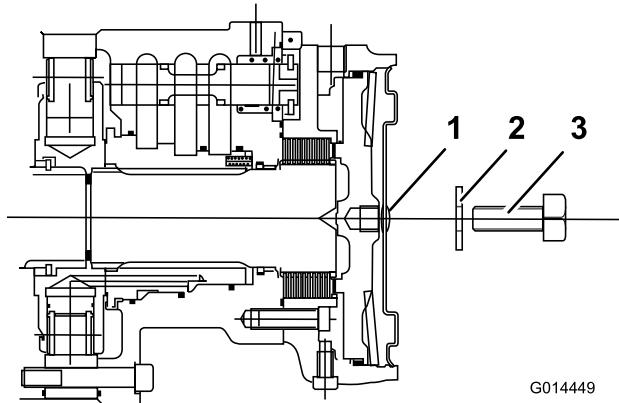

Figure 46
5. Serrez la vis dans le trou fileté du piston de frein jusqu'à ce que le frein soit desserré (Figure 46).
6. Identifiez le frein à disque avant gauche et répétez la procédure précédente (Figure 46).